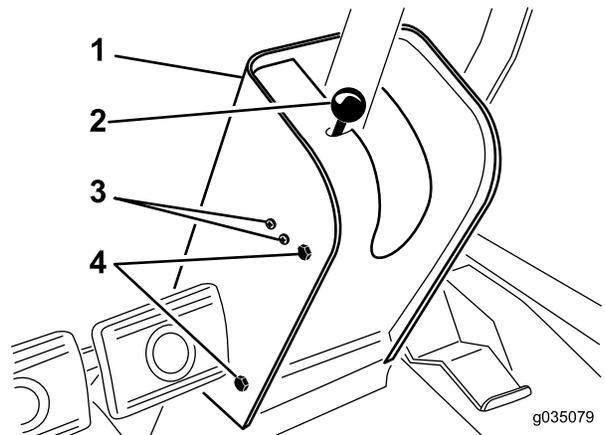

Figura 73
2. Retire o botão da barra do travão de estacionamento e os parafusos da cobertura da coluna de direção (Figura 73).
4. Desaperte os parafusos e as porcas que fixam o interruptor do travão de estacionamento ao lado esquerdo da coluna de direção (Figura 73).